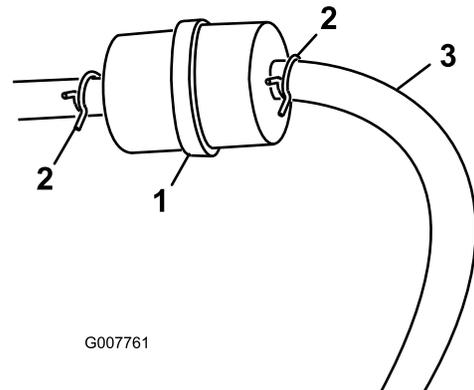

Bild 22
3. Drücken Sie die Enden der Schlauchklemmen zusammen und schieben Sie sie vom Filter weg (Bild 22).
5. Setzen Sie einen neuen Filter ein und schieben Sie die Schlauchklemmen an den Filter heran (Bild 22).
3. Lockern Sie die Schlauchklemme am Kraftstofffilter und schieben Sie sie an der Kraftstoffleitung weg vom Kraftstofffilter (Bild 22).
4. Schließen Sie die Kraftstoffleitung vom Kraftstofffilter ab (Bild 22).
Hinweis: Lassen Sie den Kraftstoff in einen Kraftstoffkanister oder eine Auffangwanne ablaufen (Bild 22).
5. Bringen Sie die Kraftstoffleitung am -filter an. Schieben Sie die Schlauchklemme ganz an den Kraftstofffilter heran, um die Kraftstoffleitung zu befestigen (Bild 22).